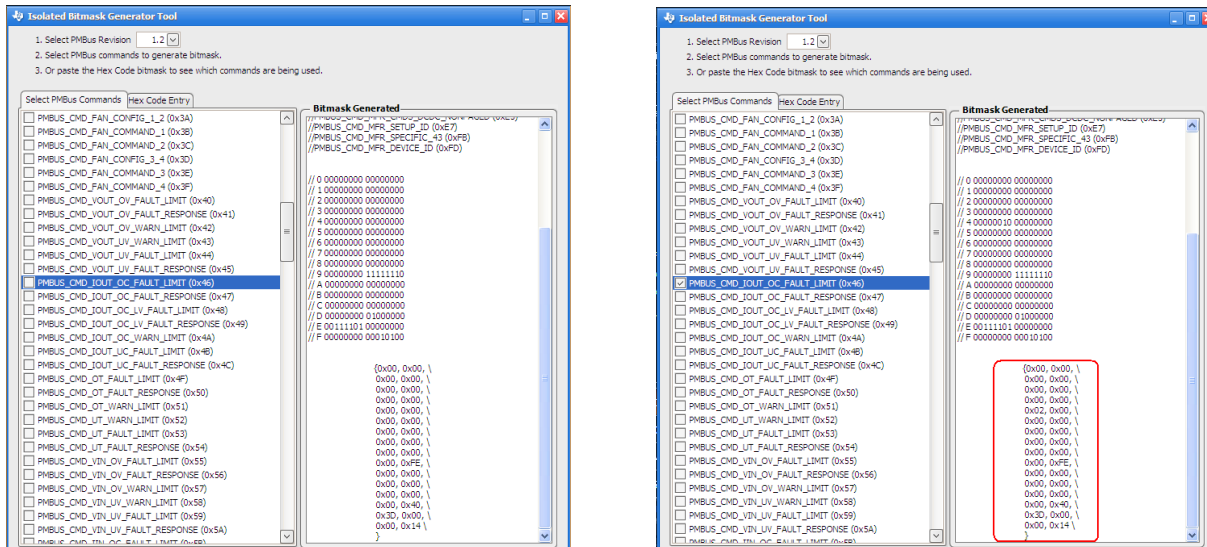

图 3: 勾选相应 PMBUS 命令并复制输出数据
| 图 3: | 勾选相应 PMBUS 命令并复制输数据 | 4 |
2) 如图 3, 在随后打开的界面中, 勾选“PMBUS_CMD_IOUT_OC_FAULT_LIMIT”, 即使能命令 IOUT_OC_FAULT_LIMIT。此时界面右侧的数据会有变化, 该 PMBUS 对应的位由 0 变为了 1。
3) 将图 3 右侧红色图内的数据复制到 UCD3138 的软件中, 覆盖原来的 CMD_DCDC_NONPAGED 变量。